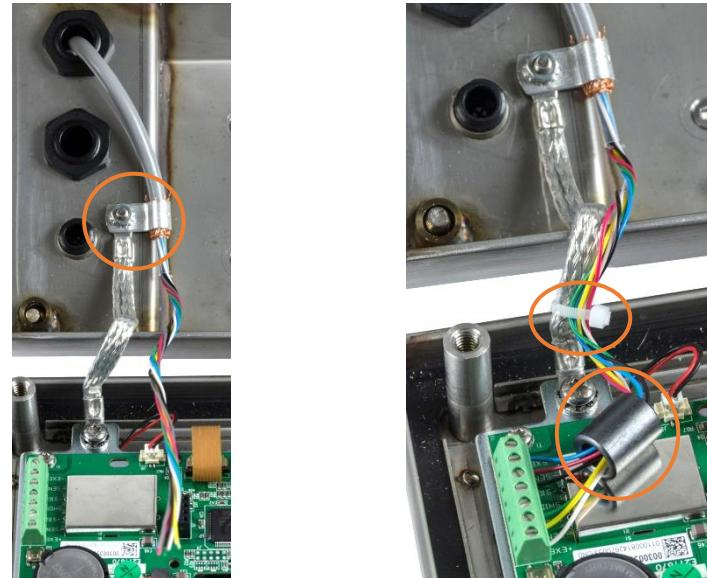

Figura 2-32: Installazione della ferrite sul cavo della cella di carico analogica e messa a terra sul telaio, IND236
5. Collegare il fermaglio di messa a terra alla scocca usando la vite di fissaggio della cerniera della scocca, come mostrato in Figura 2-32 (sinistra).